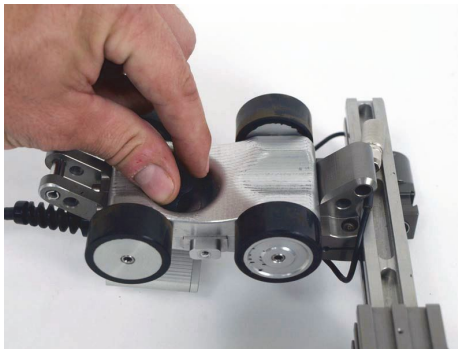

图 A-8 拧松固定编码器接合件的旋钮
3. 将主模块倒置放置，然后拧松旋钮（参见第 69 页的图 A-8），松开编码器的接合件。